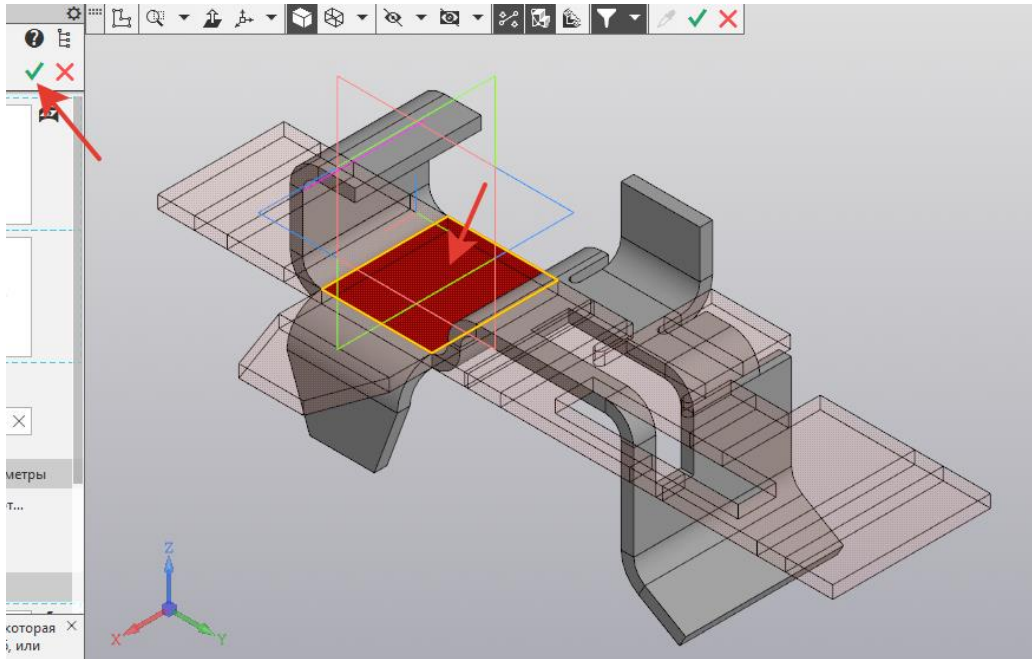

Рисунок 63.
29. На панели быстрого доступа нажмем  **Развернуть**, указать неподвижную грань детали. **Создать объект**  (рисунок 63).